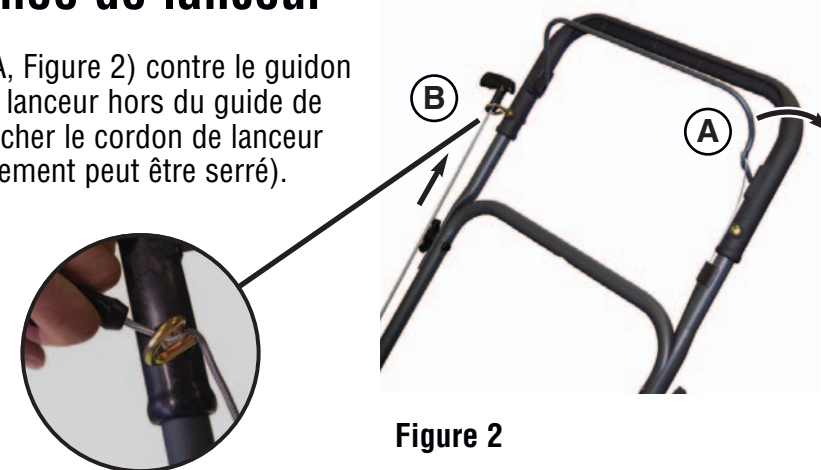

Figure 2
- Serrer la barre de commande (A, Figure 2) contre le guidon et tirer la poignée du cordon de lanceur hors du guide de cordon (B) sur le guidon. Accrocher le cordon de lanceur dans le guide de cordon (l'ajustement peut être serré).